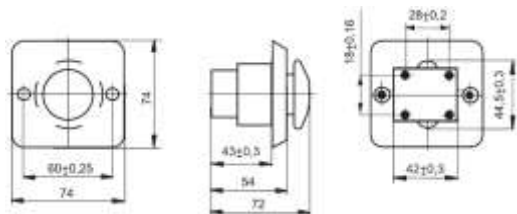

Рисунок 1. Габаритные и установочные размеры поста управления кнопочного ПКЕ 112-1; ПКЕ 122-1
6.2. Посты, предназначенные для встройки в нишу со степенью защиты IP40 (рис. 1,3,5,7), состоят из пластмассовой панели с подпружиненными толкателями и контактными элементами, имеющих по два изолированных друг от друга электрических контакта; со степенью защиты IP54 дополнены двумя резиновыми прокладками, одна из которых устанавливается между панелью и контактными элементами, а другая - между панелью и плоскостью, на которой крепится пост.